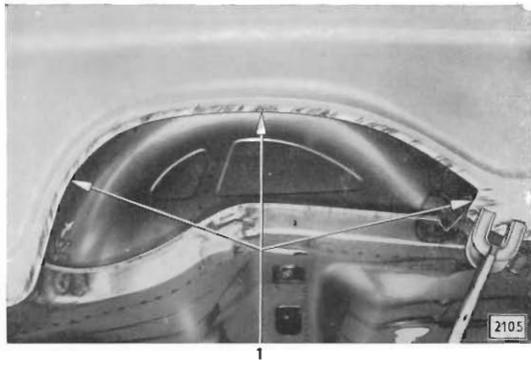

Bild 109 - Unterer Seitenwandflansch liegt am Flansch des hinteren Radeinbaues
- 6 Seitenwand an hinteren Radeinbau (siehe auch Bild 109)